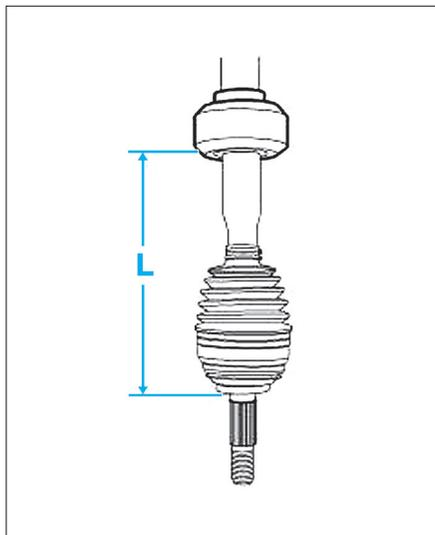

Fig. 17
- A l'aide d'une presse, positionner l'amortisseur de vibration sur l'arbre de transmission pour obtenir une cote (L) = 221 mm + 3 (Fig.17).